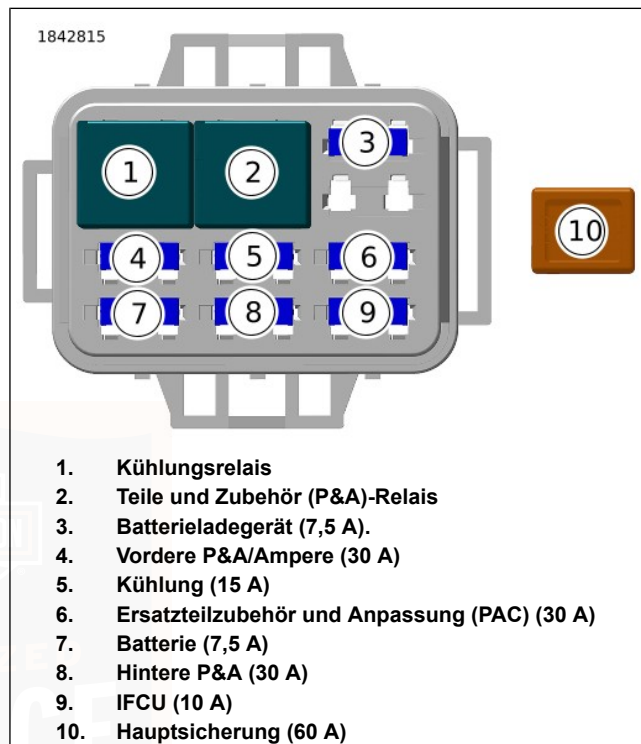

Abbildung 115. Identifizierung von Sicherungen und Relais
4. Siehe Abbildung 115. Die Sicherung entfernen und den Schmelzeinsatz überprüfen.